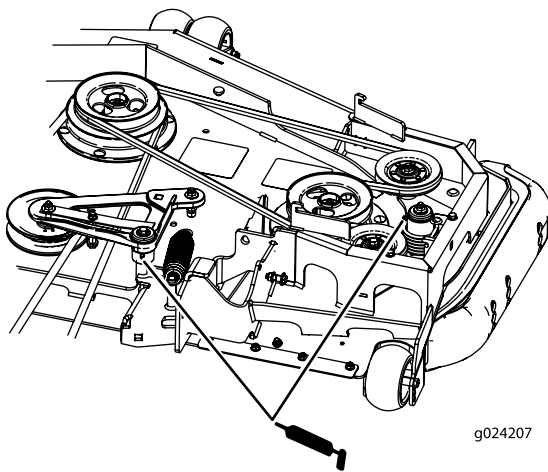

Figura 56
7. Engrase los brazos tensores de la correa de transmisión (máquinas con descarga trasera solamente), tal y como se muestra en la Figura 56.